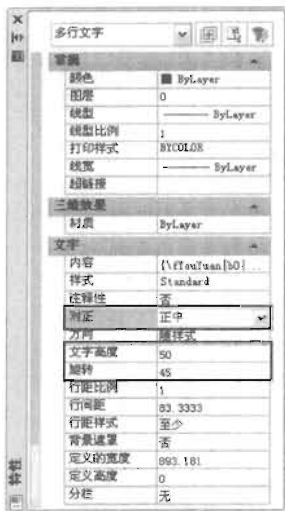

图 9-31
(1) 鼠标左键单击前面输入的那段文字，将其选中。
(2) 按快捷键 Ctrl+1 打开“特性”管理器，在其中修改文字的对齐方式为“正中”，修改文字的高度为 50，设置文字的旋转角度为 45°，如图 9-31 所示。